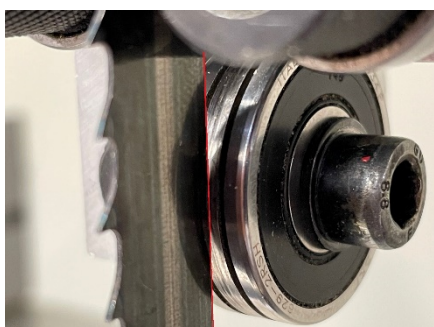
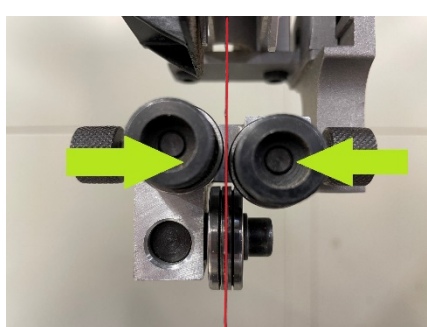

Figure 35
Figure 36
- Centrer le roulement de sorte que la lame soit en appui contre l'espace entre les deux rainures de chantournage, (Fig 35) puis régler les roulements latéraux à 0.5 mm de chaque côté de la lame. (Fig 36)